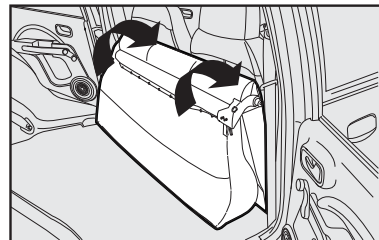

fig. 84
5) Em seguida, rebater o banco traseiro inteiro para a frente, de maneira a obter uma única superfície de carga **fig. 84**.